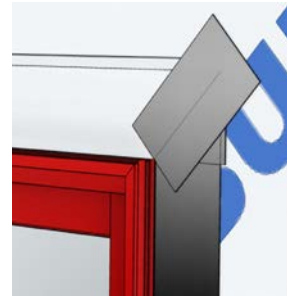

Fig F4
- Aplique una tira y corte la cinta de sellado para cubrir por completo tira, corte diagonal que se hizo anteriormente en la membrana WRB (Fig. F4).